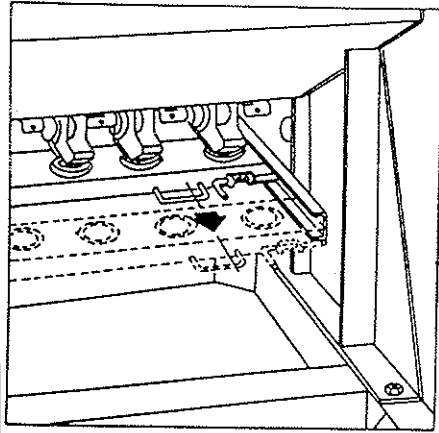

Fig. 1
**PREMIER:** Faire glisser la barre à ergots en avant, en détachant les broches qui la maintiennent dans leur position de travail, jusqu'à la position qui permet de placer le plateau (Fig. 1).